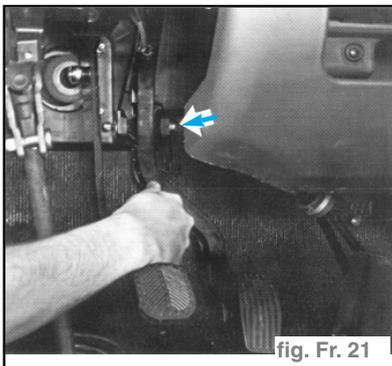

fig. Fr. 21
- Dégager la pédale d'accélérateur du support pédalier en agissant sur le boulon indiqué dans la figure. (fig. Fr. 21)